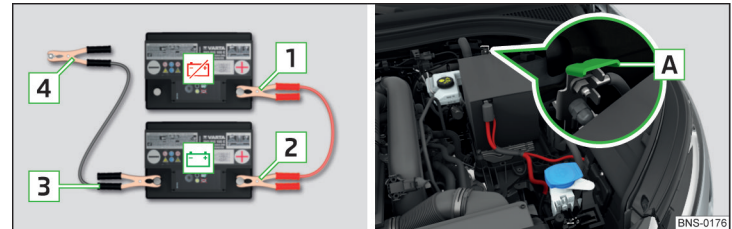

Abb. 350 **Starthilfe:** 🚫 - entladene Batterie, 📡 - stromgebende Batterie / Massepunkt des Motors beim START-STOPP-System
- Bei Fahrzeugen **mit** dem START-STOPP-System die Klemme **4** am Massepunkt des Motors **A** befestigen » Abb. 350.